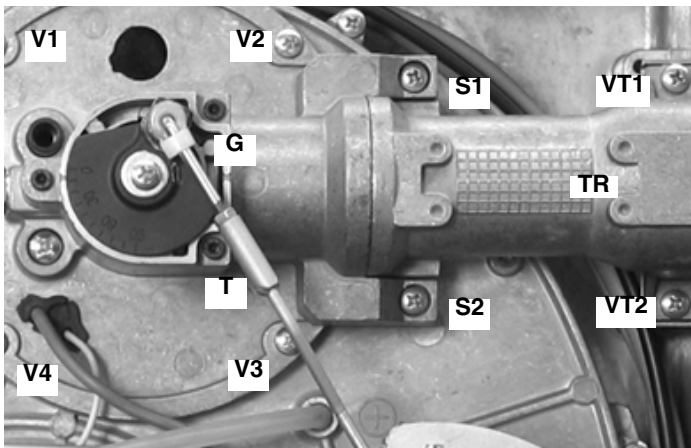
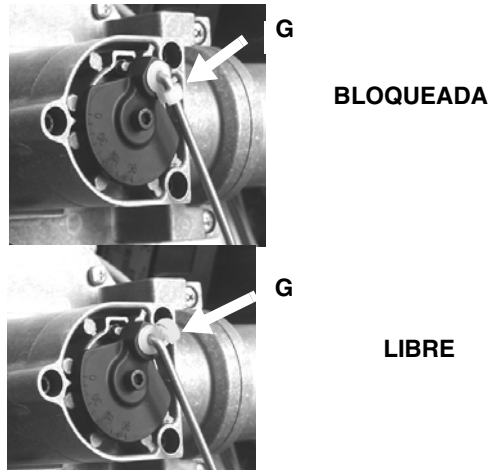

Fig. 57
Fig. 58
- Desmonte, controle y limpie el cabezal de combustión (véase Fig. 57 y siguientes)
- 1 Desbloquear, mediante el gancho de plástico **G**, el tirante **T** (Fig. 57 - Fig. 58) de regulación de la válvula de mariposa del gas y extraerlo de su alojamiento tirando hacia fuera.
- 2 Quitar los 4 tornillos **V1**, **V2**, **V3**, **V4** y el par de tornillos **S1** y **S2** (Fig. 57).